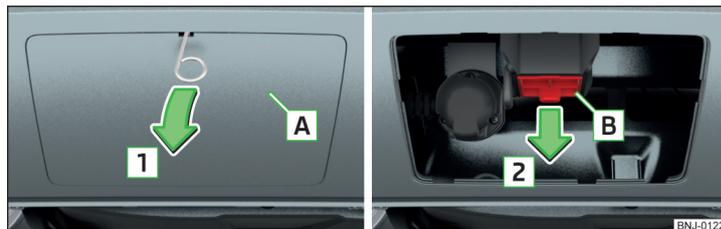

Fig. 154 Retirar a tampa: no para-choques traseiro / para a cavidade de encaixe
- Retirar a tampa da cavidade de encaixe **A** no sentido da seta **1** » Fig. 154 com ajuda do gancho pertencente à ferramenta de bordo para retirar os tampões integrais das rodas.
- Colocar a tampa **B** » Fig. 154 na página 124 no sentido contrário da seta **2**.
- Colocar a tampa **A** » Fig. 154 na página 124 nos «ganchos» na zona inferior do para-choques.